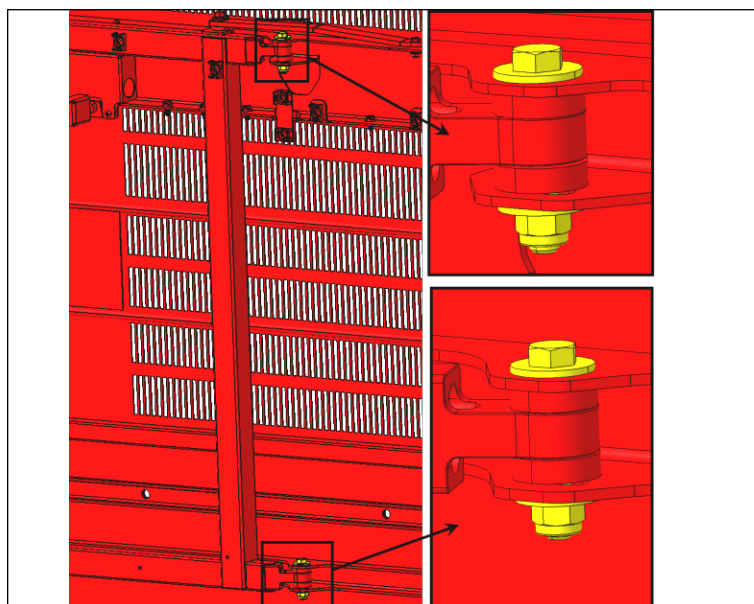

FIGURE 5
4. Si la position verticale est hors tolérance, ajuster la porte en utilisant le jeu aux points d'attache entre les bras et la porte (FIGURE 5).